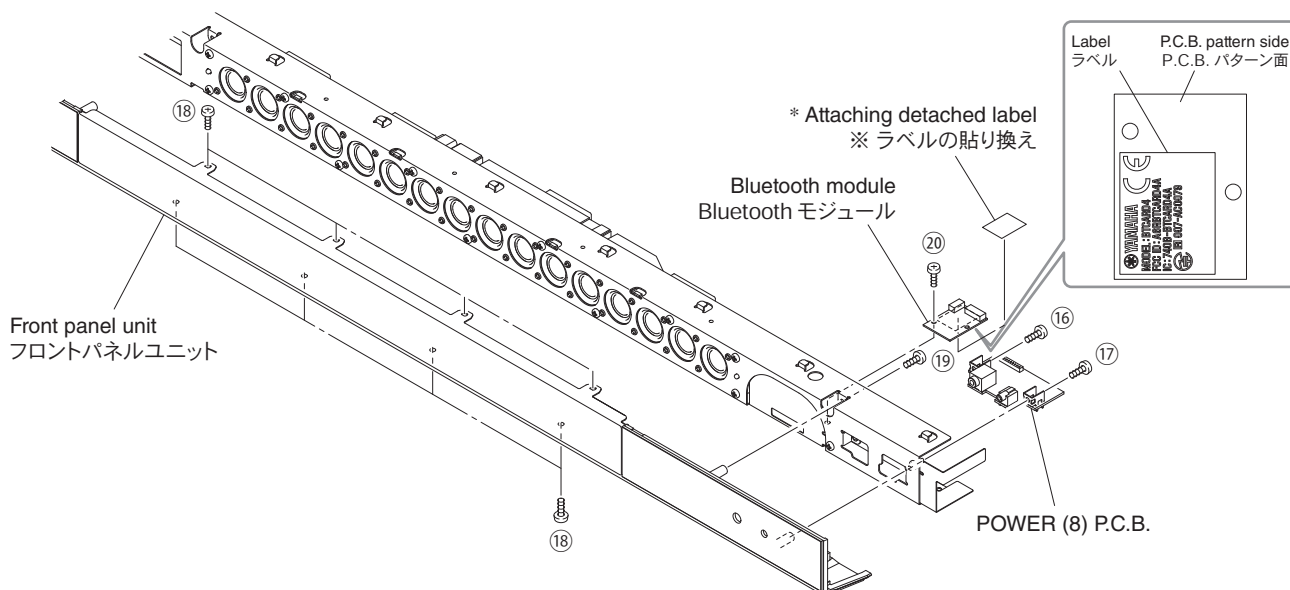

Fig. 7
11. Removal of POWER (8) P.C.B.
- a. Remove screw (16) and screw (17). (Fig. 7)
- b. Remove the POWER (8) P.C.B. (Fig. 7)
11. POWER (8) P.C.B.の外し方
- a. ⑯のネジ1本、⑰のネジ1本を外します。(Fig. 7)
- b. POWER (8) P.C.B.を外します。(Fig. 7)
- a. Remove 8 screws (18) and screw (19). (Fig. 7)
- b. Remove the front panel unit. (Fig. 7)
- a. ⑱のネジ8本、⑲のネジ1本を外します。(Fig. 7)
- b. フロントパネルユニットを外します。(Fig. 7)
- a. Remove screw (20). (Fig. 7)
- b. Remove the Bluetooth module. (Fig. 7)
- a. ⑳のネジ1本を外します。(Fig. 7)
- b. Bluetooth モジュールを外します。(Fig. 7)